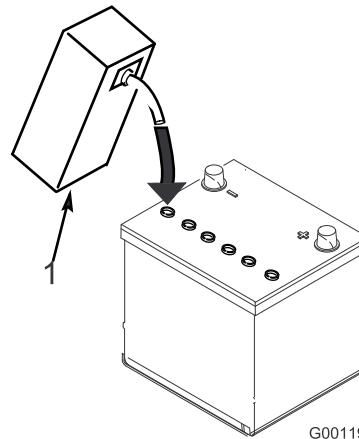

Figura 4
- Encha cuidadosamente cada célula com electrólito até as placas estarem cobertas com cerca de 6 mm de fluido (Figura 4).
- Aguarde aproximadamente 20 a 30 minutos para que as placas fiquem embebidas em electrólito. Se necessário, volte a colocar electrólito até ficar cerca de 6 mm acima do fundo do depósito de enchimento (Figura 4).